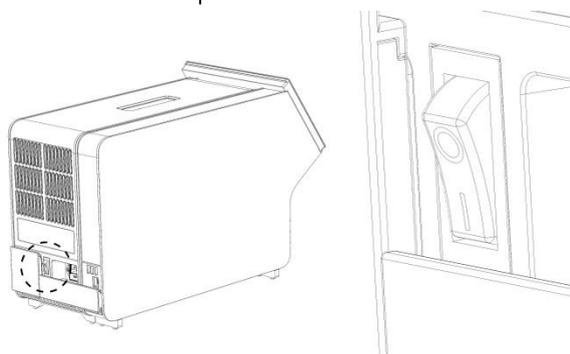

Figure 18. Localisation de l'interrupteur d'alimentation et passage en position « I ».
10. Mettez l'instrument sous tension en plaçant l'interrupteur d'alimentation à l'arrière du module analytique sur la position « I » (figure 18). Vérifiez que les voyants d'état des modules analytique et opérationnel sont bleus.